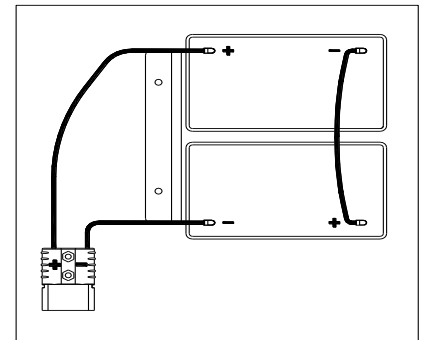

Figura 3
A máquina requere duas baterias de 12V, ligando-as de acordo com a Figura 3.
6. Abra a capa do tanque de recuperação (4) e verifique se o tanque (3) está vazio; se não estiver, esvazie-o com a mangueira de drenagem (15).
7. Feche a capa do tanque de recuperação (4).
8. Gire o tanque de recuperação (3) cuidadosamente.
10. Encaminhe e instale o cabo da bateria como mostrado na (Figura 3), e aperte a porca em cada terminal da bateria.
12. Baixe cuidadosamente o tanque (3).